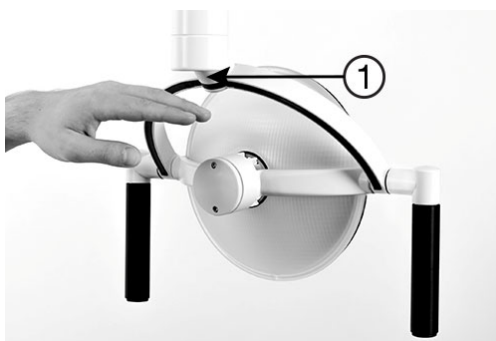

Abbildung 47 – Berührungsloser Sensor
Steuern Sie die Lampe manuell, indem Sie den berührungslosen Sensor unter dem Kopf der Lampe aktivieren - siehe Abbildung 47 (1).